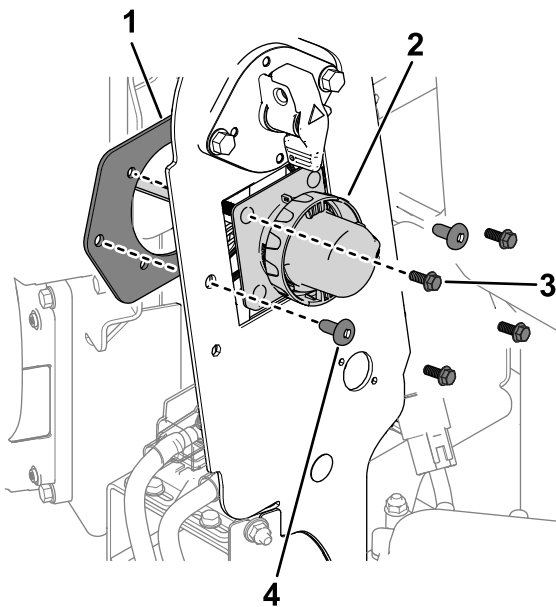

Figura 2
- Îndepărtați componentele care fixează conectorul pentru încărcător și placa conectorului la panoul cadru (Figura 2).